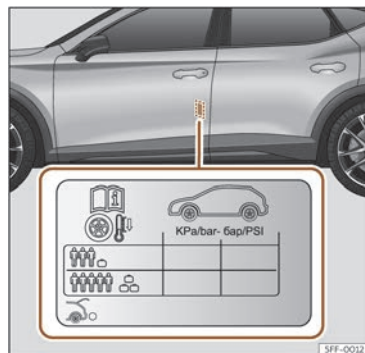

Fig. 235 Amplasarea etichetei cu presiunea din anvelope.
- Reglați presiunea în anvelope conform sarcinii transportate de autovehicul >>> **fig. 235.**
Valorile presiunii în anvelope sunt indicate pe autocolantul amplasat pe cadrul spate al ușii stânga față >>> **fig. 235.**
maximum, creșteți presiunea în anvelope până la valoarea maximă de încărcare de pe autocolant >>> **fig. 235.**
În cazul unei roți de rezervă compacte de dimensiuni reduse (125/70 R16 sau 125/70 R18), umflați-o la o presiune de 4,2 bari, conform indicației de pe eticheta cu presiunea în anvelope >>> **fig. 235.**
- Șoferul este răspunzător pentru presiunea corectă a tuturor anvelopelor. Presiunea recomandată în anvelope este indicată pe etichetă >>> **fig. 235.**
- Presiunea în anvelope trebuie să fie întotdeauna cea indicată pe etichetă, cu anvelopele reci >>> **fig. 235.**